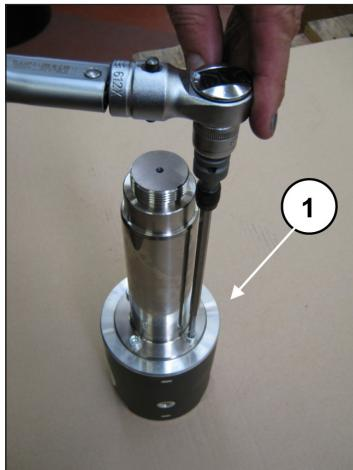

图 38
要将杆与活塞导承分开，必须使用专用扳手(位置①，图 38)拧松圆柱头螺丝M6。